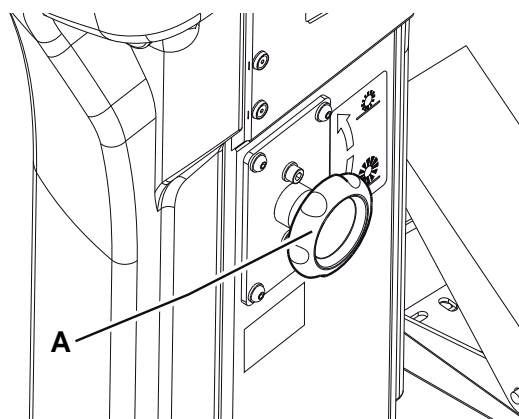

Figure 4
2. Tourner la poignée (A, Fig. 4), en considérant que :
- Pour réduire la largeur de la trace, il faut soulever le balai au moyen du levier (80) et tourner la poignée dans le sens des aiguilles d'une montre.